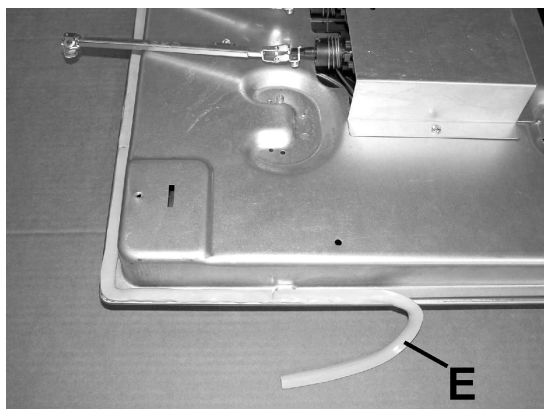

ABB. 8
Auf gleiche Weise können die emaillierten Roste, die emaillierten Brennerdeckel "A", "B" und "C", die Brennerköpfe "T" (siehe Abb. 7 und 8) gereinigt werden, sowie die Zündkerzen "AC" und die Thermoelemente "TC" (siehe Abb. 8). Nicht in der Spülmaschine spülen.
•Überzeugen Sie sich, dass die Öffnungen der Brennköpfe "T" (Abb. 8) nicht mit Fremdkörpern verstopft sind.